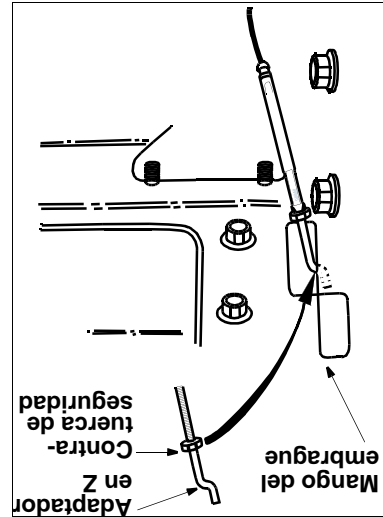

Figura 10
- Los cables de control del embrague están fijados a la limpiadora de nieve. Si los cables están fijados al tope del motor con amarrias de cable, corte las amarrias ahora. Los extremos en Z de los cables del embrague están enganchados dentro de las empuñaduras de cada manija. Asegúrese que haya una contratuerca enroscada toda hasta la porción enroscada del adaptador en Z; se proveen extras en el conjunto de ferreteria. Vea la figura 10.